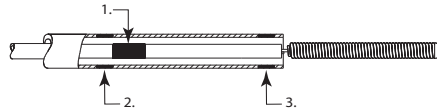

Figura 2
8. Continue avançando a mola destacável Axiom™ Prime até o marcador de alinhamento do empurrador do implante ficar apenas distal em relação ao marcador proximal do microcateter (consulte a Figura 2).